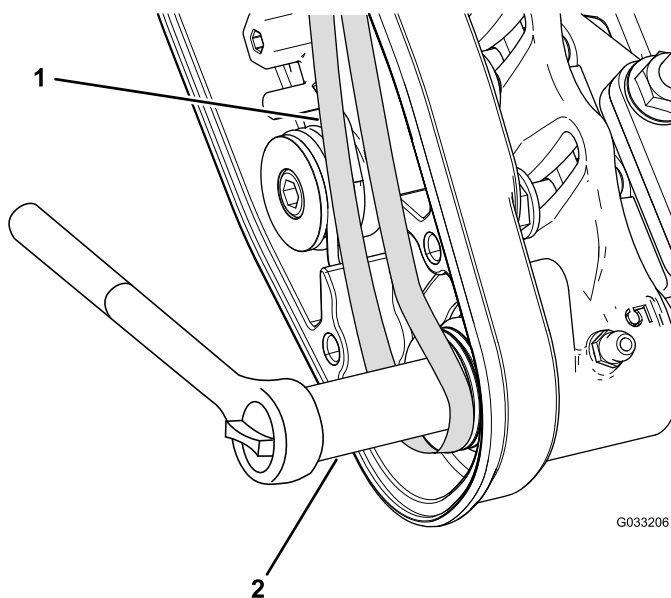

图 26
- C. 使用 9/16 英寸 深套管旋转滚筒刷组件并把皮带引入从动皮带轮 图 26。